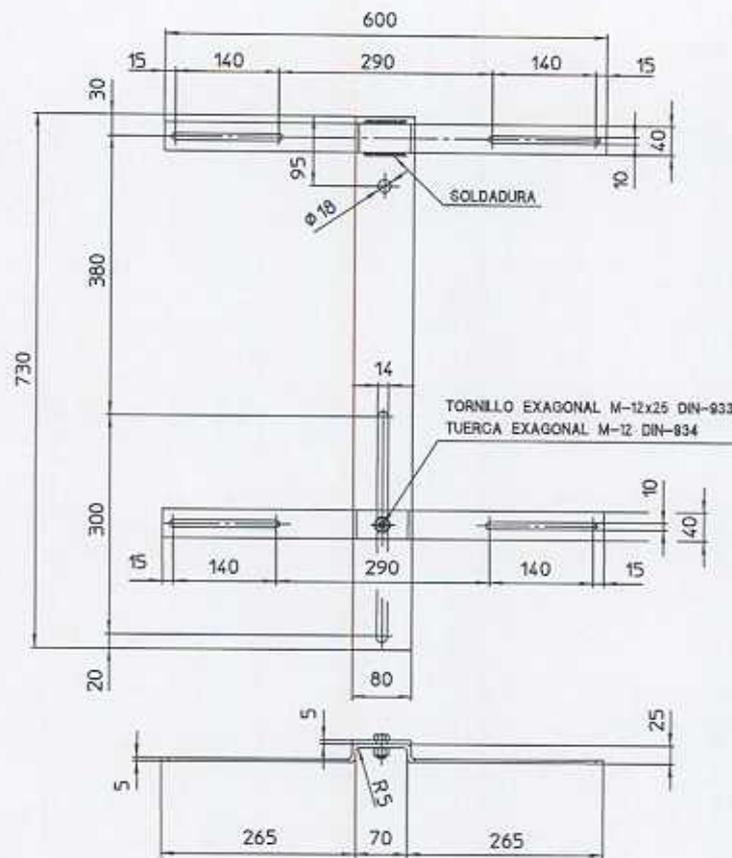

Fig. 3: Dimensiones del herraje en mm
4.1.5 Herraje.- Esta unidad tienen como misión permitir el anclaje del cuadro al apoyo. Será de acero galvanizado según la norma NI 00.06.10. Las dimensiones serán las indicadas en la fig.3.